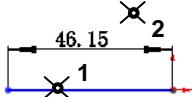

图 4.9.1 线段长度尺寸的标注
Step2. 选择命令。选择下拉菜单**工具(T)** → **尺寸(S)** → 智能尺寸(S) 命令（或在“尺寸/几何关系”工具栏中单击↖按钮）。
Step3. 在系统**选择一个或两个边线/顶点后再选择尺寸文字标注的位置。**的提示下，单击位置 1 以选取直线（图 4.9.1），系统弹出“线条属性”对话框。